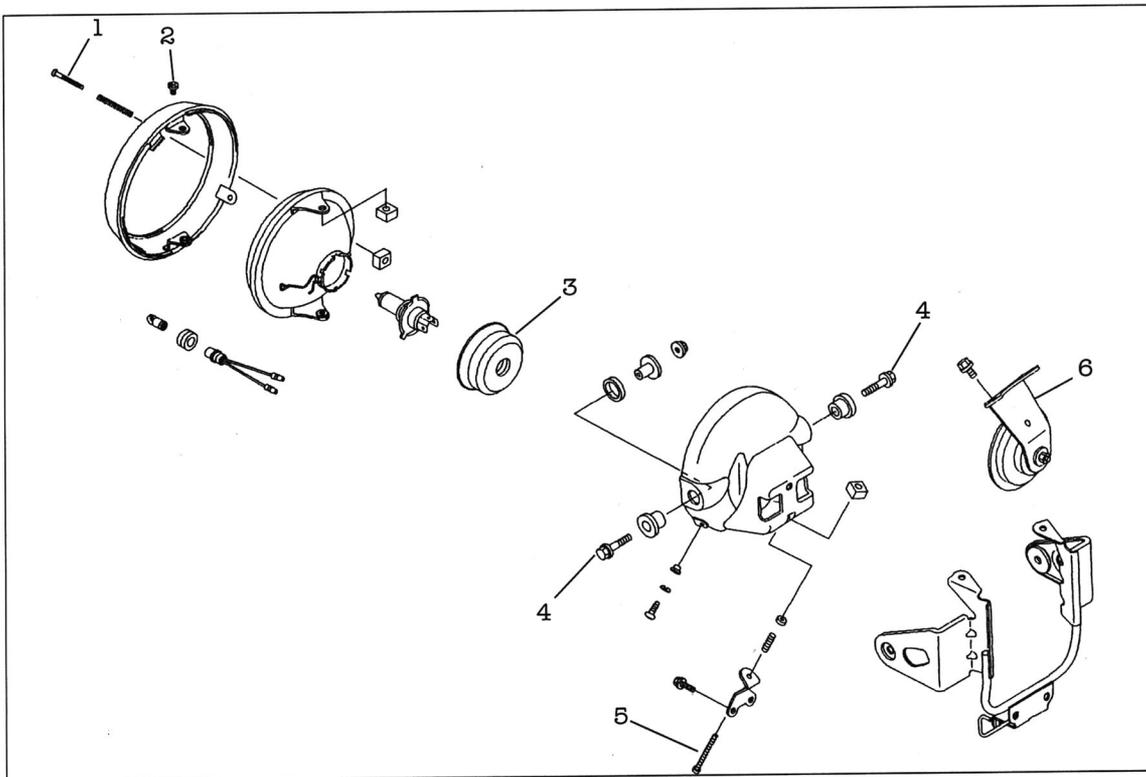

Bild 85
- **Höheneinstellung** mit Einstellschraube ⑤ Bild 85 durchführen.
- Zum Wechseln der Scheinwerferlampe an Gehäuserückseite zuerst Steckkontakt, dann Staubkappe ③ Bild 85 abziehen.